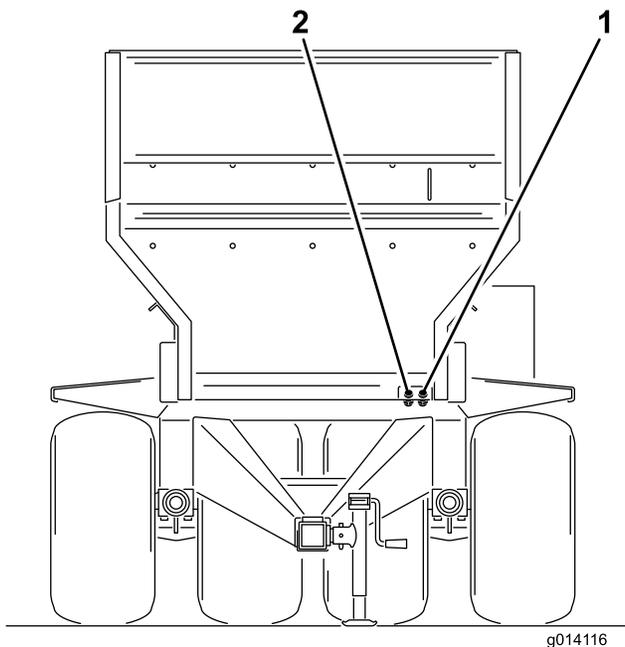

図 17
6. 本装置から出ている油圧ホースを、牽引車両に接続する。本装置の正面に向かって、右側のホースを圧力側に接続し、左側のホースを戻り側に接続する（図 17）。インライン逆流防止バルブが付いているのがリターン側ホースである。チェックバルブについている矢印を牽引車両側に向けて接続する。